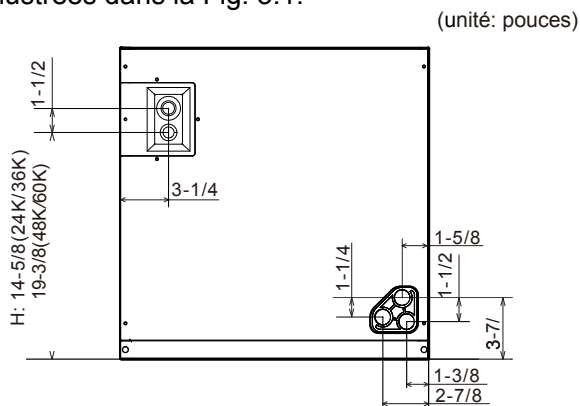

Fig. 3.1 Les positions de raccordement de la tuyauterie
- (1) Les positions de raccordement de la tuyauterie sont illustrées dans la Fig. 3.1.